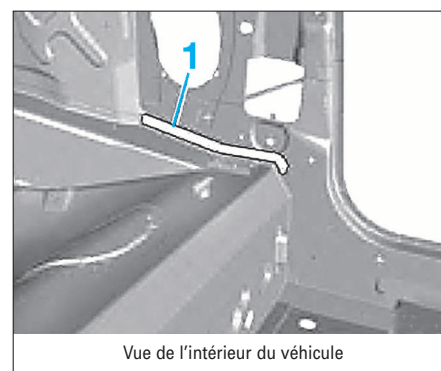
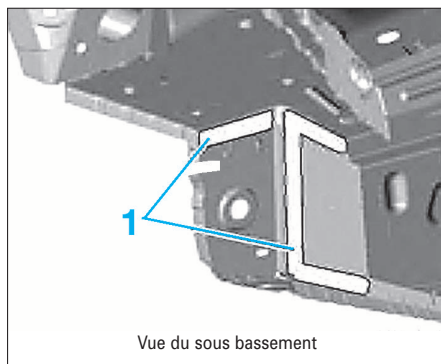
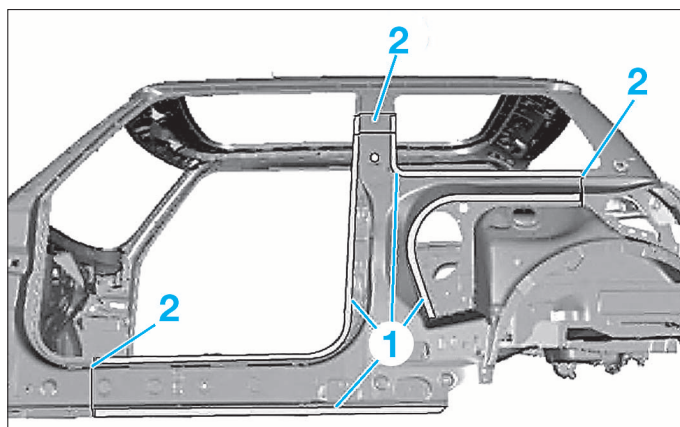

FIG. 12
FIG. 13
FIG. 17
- Meuler les soudure dans la zone (1) (Fig.12).
- Meuler les soudures dans la zone (1) (Fig.13).
- Souder des raidisseurs dans les zones (1).
- Souder l'élément neuf, dans la zones (1) (Fig.17).
- Souder les zones (2)
- Souder les zones (1) (Fig.12) et (Fig.13).